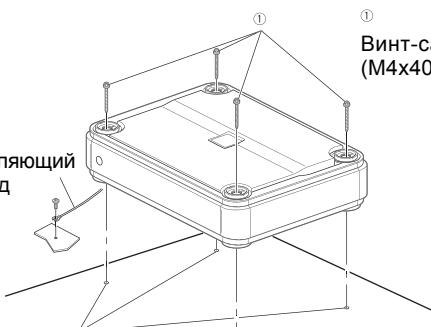

Рис. 2
- Закрепите аппарат с помощью 4-х прилагаемых винтов-саморезов (M 4 x 40) (см. рис. 2).